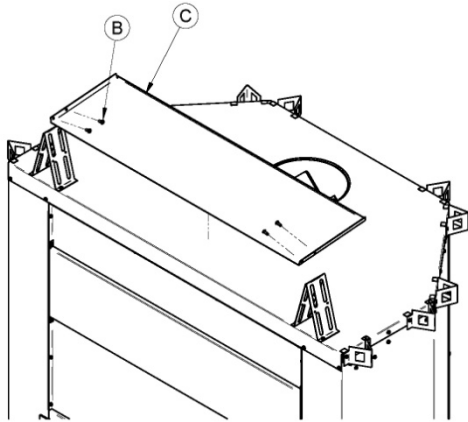

Figure 6
3. Tel qu'illustré aux **Figure 6 et 7**, positionnez l'écran thermique © entre les cales d'espacement déjà installé avec les replis vers le haut. Alignez les trous de l'écran thermique à ceux des cales d'espacement de gauche et de droite et sécurisez avec les 4 vis (B).